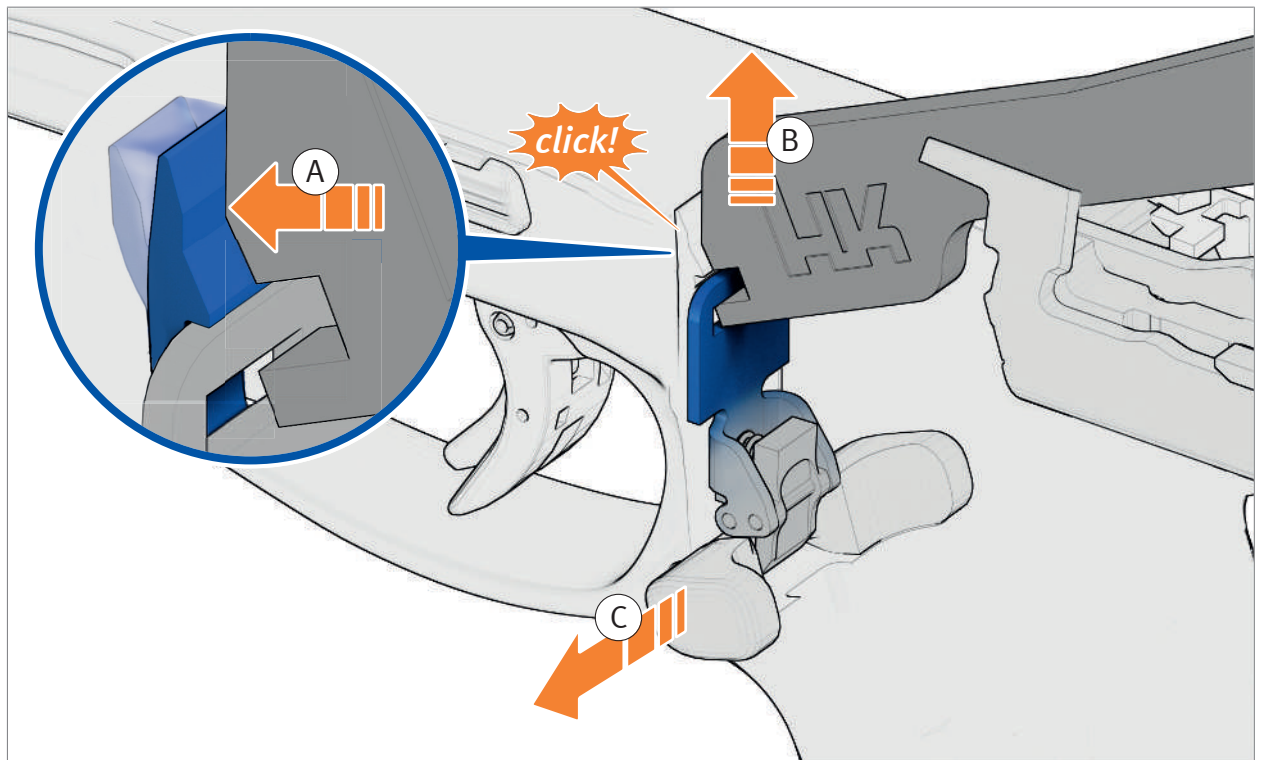

Abb. 33: Push-Button entnehmen
3. Rastnase im Griffstück mit dem Werkzeug nach vorne drücken und Magazinhalter nach oben schieben (Abb. 33). Der Magazinhalter rastet ein.
4. Push-Button entnehmen (Abb. 33).